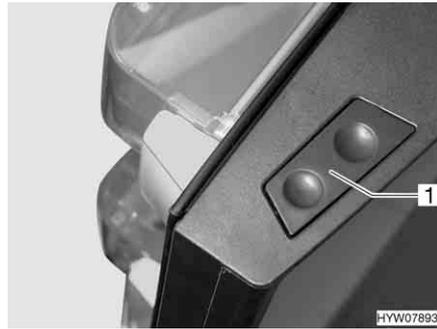

Fig. 158 Tasto di sblocco (porta del frigorifero, serie Dometic 8)
*Apertura:* ■ Premere il tasto di sblocco (Fig. 158,1) e aprire la porta del frigorifero.